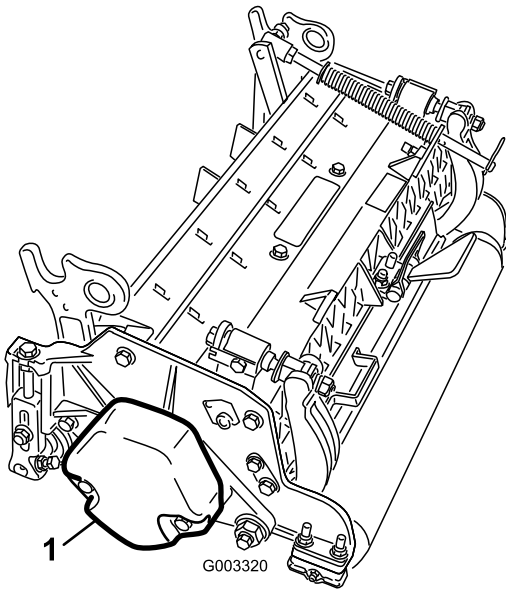

図 6
1. 2番と4番のCuttingユニットでは、カウンタ・ウェイトをCuttingユニットの左側に固定しているキャップスクリュー（2本）を取る。カウンタ・ウェイトを取り外す（図 6）。